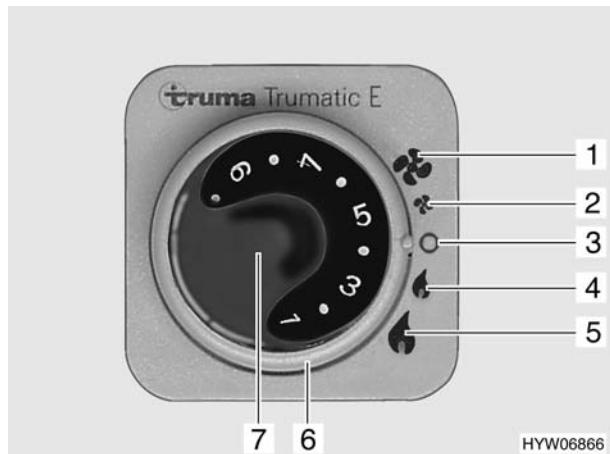

Fig. 146 Centralina di controllo per Trumatic E
- Impostare la manopola della temperatura (Fig. 146,7) sulla potenza desiderata.
- Posizionare l'interruttore girevole (Fig. 146,6) sulla potenza desiderata:
- ▲ potenza piena (Fig. 146,5)
- ▲ potenza minima (Fig. 146,4)
- Posizionare l'interruttore girevole (Fig. 146,6) su "O" (Fig. 146,3).
-  potenza piena (Fig. 146,1)
-  potenza minima (Fig. 146,2)